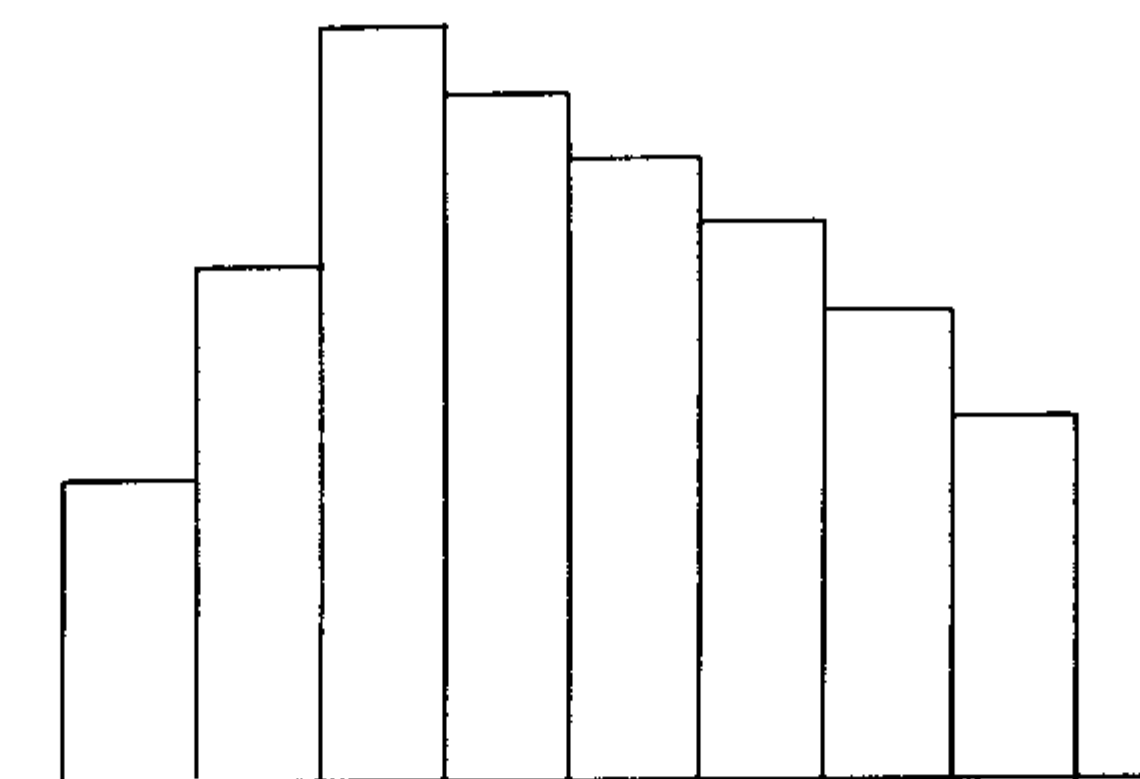

图 6-13
e. 偏态型直方图：图 6-13 显示规格下限受到某种原因限制而将分配向右移。